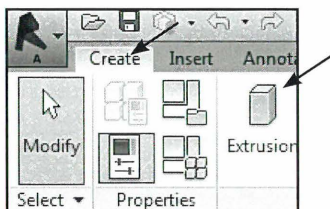

Fig. 05.31. Vælg Create - Extrusion.
- Tryk *Create - Extrusion* (Fig. 05.31).